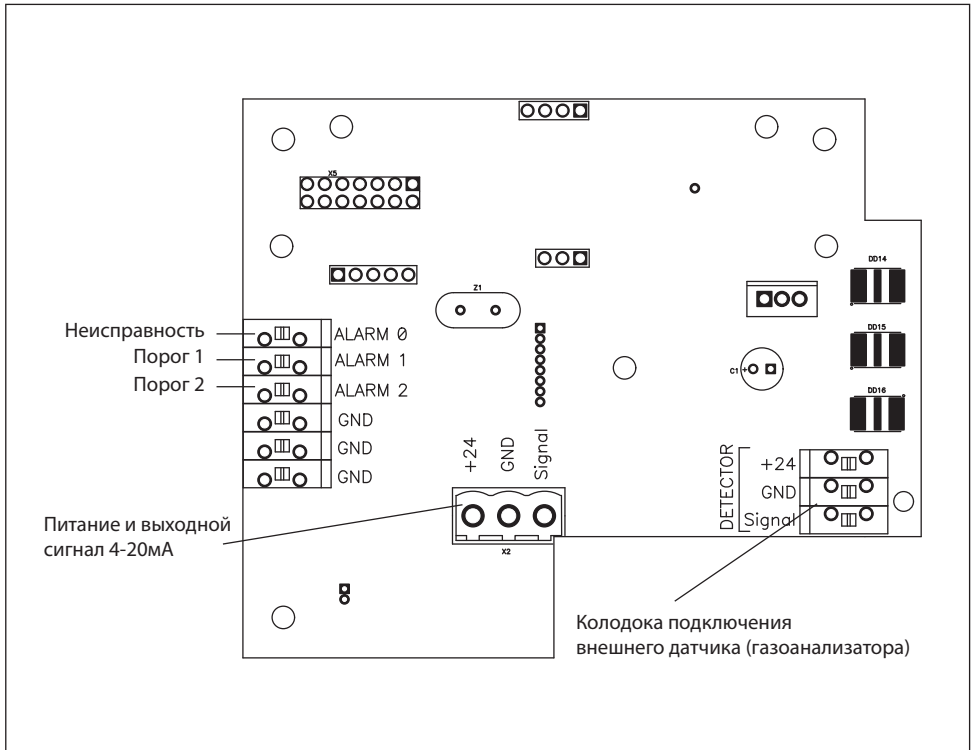

Рис.2. Основная плата контроллера
Контроллер имеет три выходных управляющих сигнала: **Порог1**, **Порог2** и **Неисправность**. На основной печатной плате **Порог1** имеет маркировку ALARM1, **Порог2** – ALARM2, **Неисправность** – ALARM0 (см. рис.2).
- пропустить конец кабеля с зачищенными проводами через гермовводы и закрепить провода в клеммных колодках на основной печатной плате в строгом соответствии с маркировкой контактов, указанной на основной печатной плате (см. рис.2).